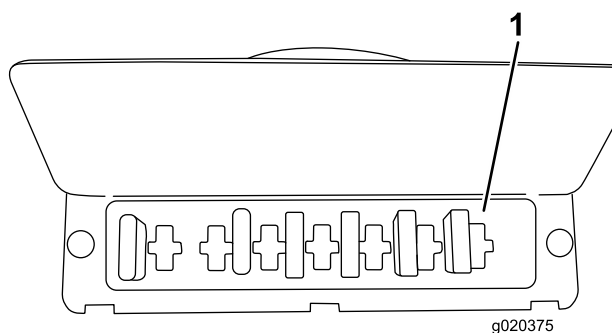

**Figura 13**
4. Quando as alavancas estiverem totalmente inseridas, rode-as para trás para as bloquear na posição (Figura 13).